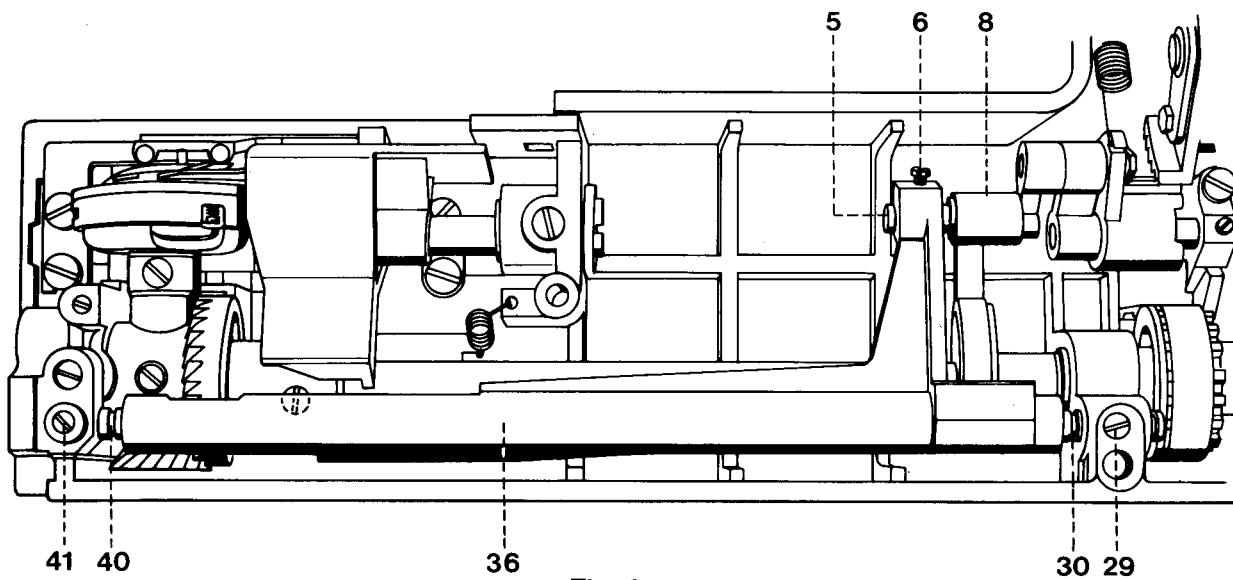

Fig. 2a
- Desserrer les deux vis 29 et 41 (voir fig. 2a).